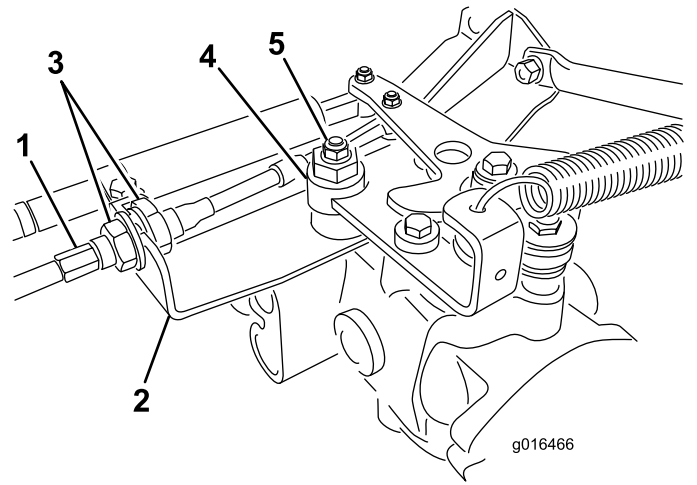

図 47
- A. 走行ケーブルを油圧トランスミッションのバルクヘッドに取り付けているジャムナット 図 47 を両方ともゆるめる。調整ができるよう、ジャムナットは十分に、また均等にゆるめること。
注 偏芯ナットをトランスミッション上部に止めているナット 図 47 をゆるめる。
- E. 調整ができれば固定ナットを締める 図 47。
- G. バルクヘッドのそれぞれの側から、ロックナットを均等に締め付けて、ケーブルを固定する 図 47。ケーブルをねじらないように注意すること。